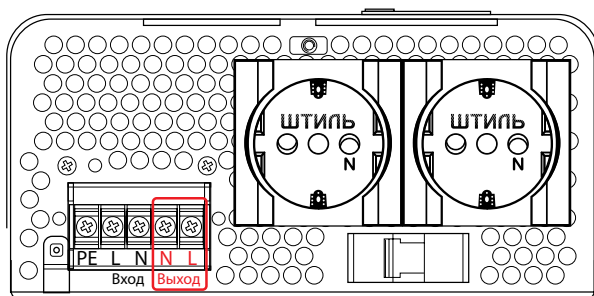

Рисунок 15. Стабилизатор ШТИЛЬ IS2500, IS3000 и IS3500.
8. Убедившись в отсутствии напряжения на выходе стабилизатора, подключить нагрузку. Подключение нагрузки осуществляется у моделей IS350, IS550, IS1000, IS1500 и IS2000 к розеткам, у моделей IS2500, IS3000 и IS3500 к розеткам и к выводам «Выход N-L» (**рисунок 15**). Рекомендованное сечение кабеля для подключения нагрузки к выводам «Выход N-L» – 2,5 мм².